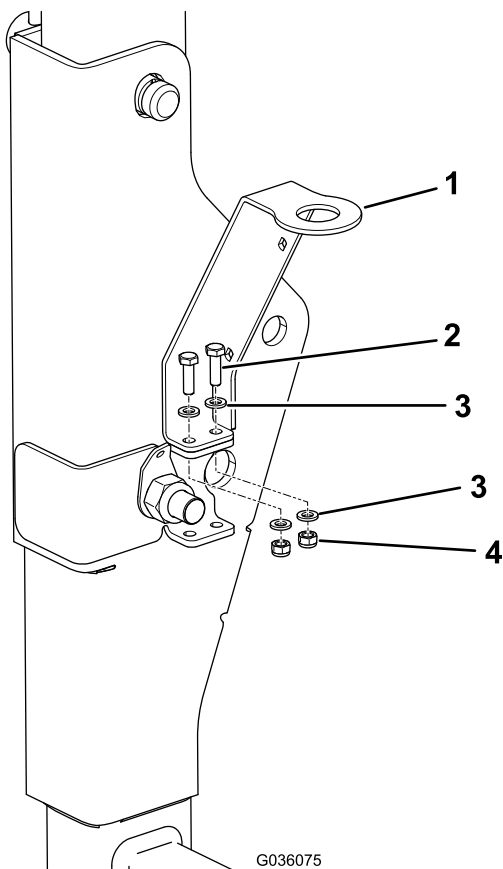

图3
5. 将警示灯支架中的小孔与 ROPS 支架上方的孔对齐（图3），并用 2 个小螺栓、4 个小垫圈和 2 个小锁紧螺母固定支架。